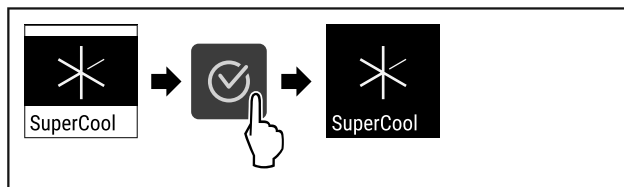

Fig. 91
- ▶ Vykonať kroky akcie (pozri Fig. 91).